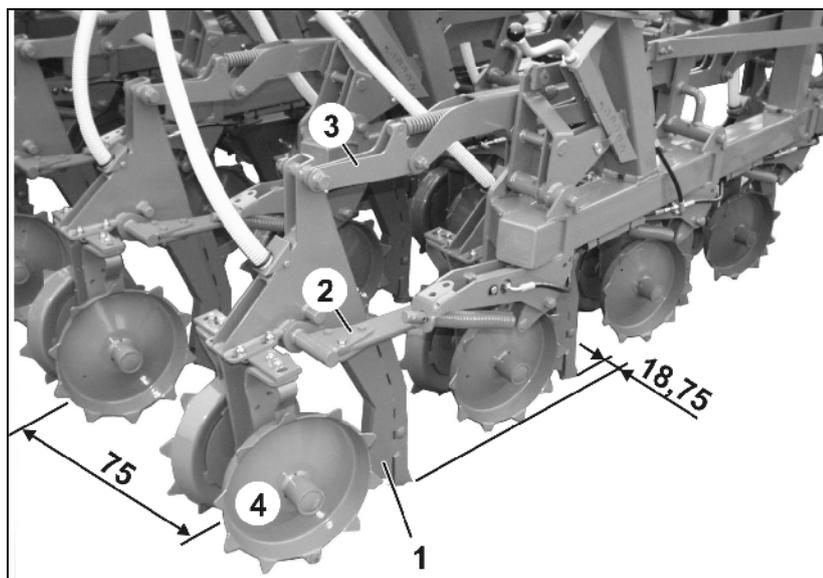

Fig. 57
Les socs à tranchant (Fig. 57/1) sont disposés selon 4 rangées. La distance transversale entre socs est de 75 cm. Le décalage transversal entre socs est de 18,75 cm.
- une possibilité de déviation horizontale grâce au bras inférieur en acier flexible (Fig. 57/2).
- une possibilité de déviation verticale grâce au bras supérieur à ressort (Fig. 57/3).
La profondeur d'implantation des semences est conditionnée par le guidage en profondeur des socs à tranchant (Fig. 57/1). Ce guidage en profondeur est assuré par les doubles disques placés derrière les socs à tranchant (Fig. 57/4).